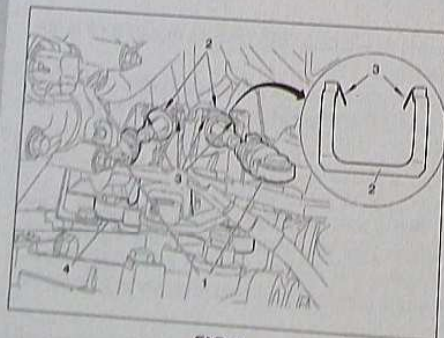

FIG.1
- Désaccoupler les câbles de sélection et de passage des vitesses (1) (Fig.1), en utilisant un levier approprié (outil Peugeot 0216-G1), après avoir repéré leur position.
Déclipser les arrêts de gaines (2) des câbles en enfonçant les agrafes (3) à l'aide d'un tournevis plat puis dégager les arrêts de gaines en les tirant vers le haut (Fig.1).
- Déposer le support (4) des câbles de commande des vitesses sur la boîte.